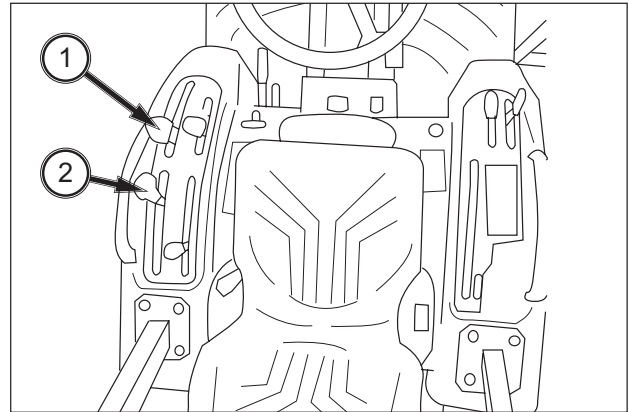

ABB. 68
**ABB. 68:** Gangschalthebel (1) zum Auswählen der vier Gänge. Ergänzt werden diese Schaltmöglichkeiten durch den Fahrbereichshebel (2). Mit dem Fahrbereichshebel kann der Traktor auf zwei verschiedene Fahrgeschwindigkeiten eingestellt werden. Der Gangschalthebel ermöglicht kleinere Änderungen der Fahrgeschwindigkeit.